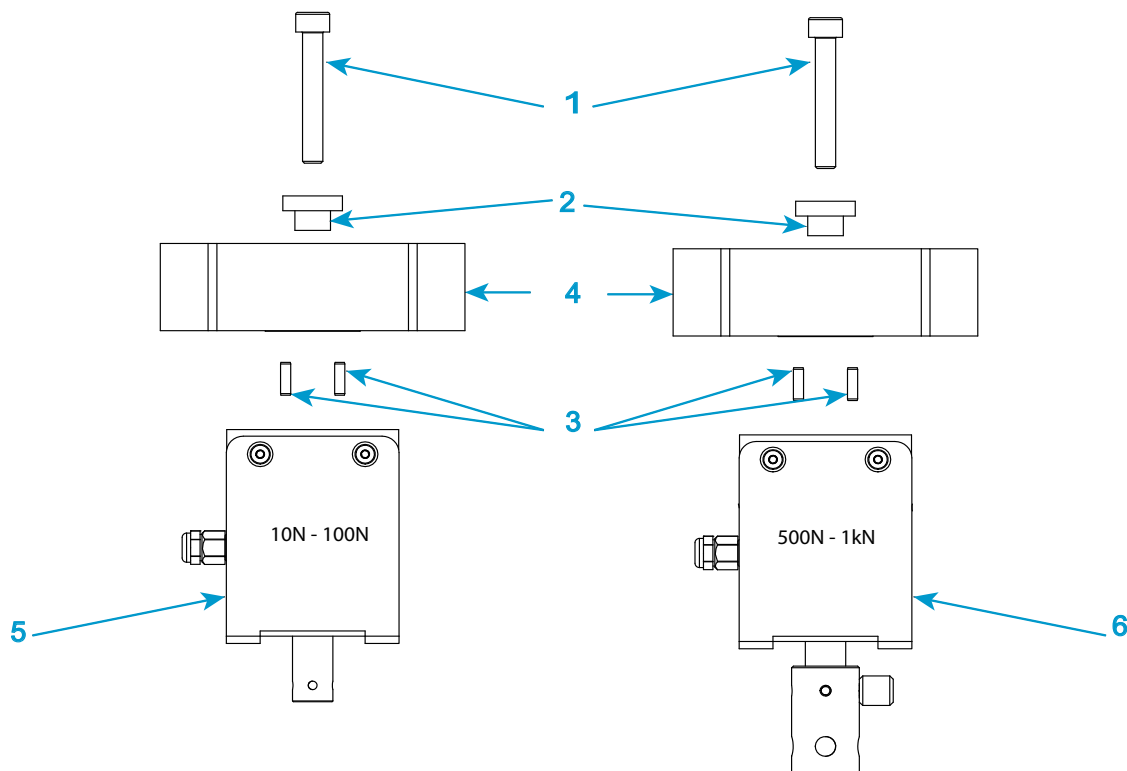

Figura 15. Installazione di una cella di carico serie 2519 - capacità da 10 N a 1 kN
Legenda per Figura 15
1. Fare riferimento a Figura 15 a pagina 87 e alla relativa leggenda associata.